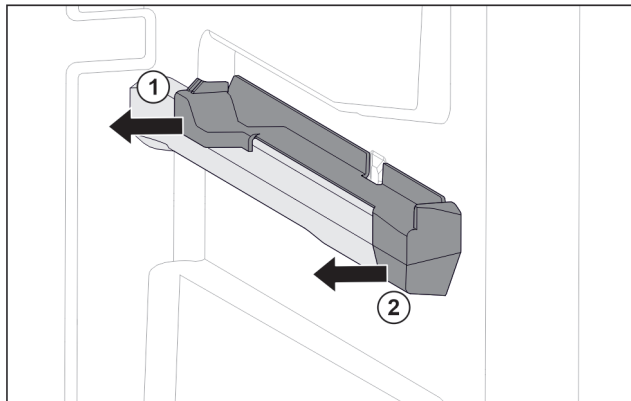

Fig. 75 Elemento inseribile sulla nervatura destra del contenitore
- Estrarre l'elemento inseribile dal lato posteriore di lato. Fig. 75 (1)
- Estrarre l'elemento inseribile dal lato anteriore di lato. Fig. 75 (2)